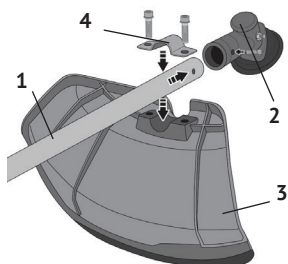

рис.4
6.3 Установка редуктора и защитного кожуха. Вставить штангу (рис.4 поз.1) с валом в отверстие редуктора (рис.4 поз.2); совместив крепёжные отверстия кожуха (рис.4 поз.3) с отверстиями хомута крепления (рис.4 поз.4), соединить их винтами. Затянуть винты крепления шестигранным ключом.